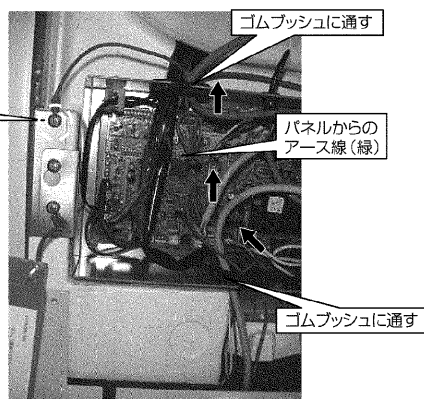

図22
- (2) (図22) のように本体制御箱内を通し、アース線取付箇所に付属のPTTネジ4×8を使用して、アース線を取付けてください。